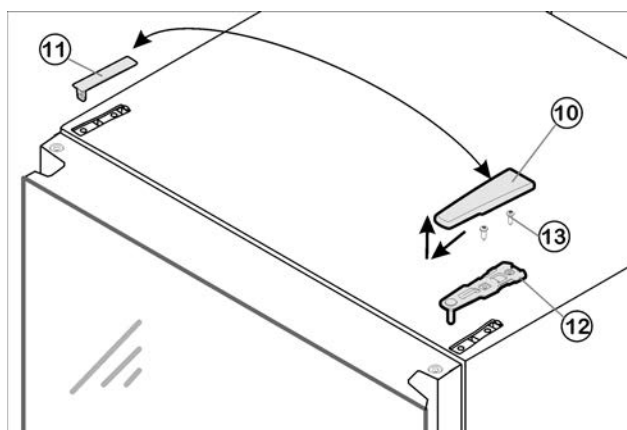

Fig. 8
- Потяните крышку Fig. 8 (10) вперед и вверх.
- Снимите крышку Fig. 8 (11).
- Открутите верхний опорный кронштейн Fig. 8 (12) (2 шт. Torx® 25) Fig. 8 (13) и вытяните вверх.
- ▶ Установите верхний опорный кронштейн *Fig. 8 (12)* на новой стороне шарнира и защелкните в дверце.
- ▶ Прикрутите верхний опорный кронштейн (с усилием 4 Нм) (2 шт. Torx® 25) *Fig. 8 (13)*. При необходимости проделайте отверстия или используйте аккумуляторную отвертку.
- ▶ Защелкните крышку *Fig. 8 (11)* и крышку *Fig. 8 (10)* на противоположной стороне.